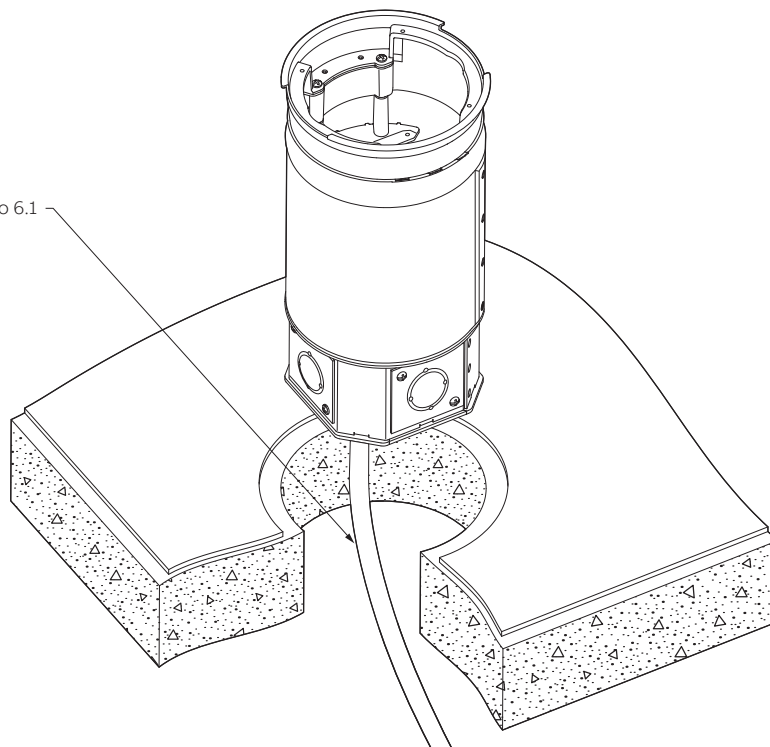

Figura 15
- 6.2 **IMPORTANTE:** Si se utiliza un conduit flexible, se pueden hacer las conexiones eléctricas antes de insertar el dispositivo Poke-Through en el orificio. El conduit flexible **DEBE** conectarse a la parte inferior de la caja de conexiones (vea la Figura 15).